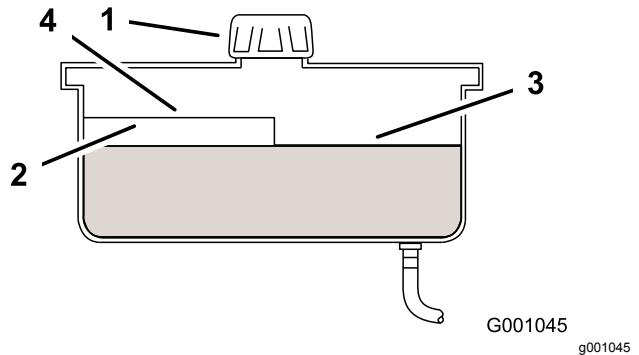

Figura 52
4. Limpe a área em torno do tampão e do tubo de enchimento do depósito hidráulico (Figura 52).
5. Retire o tampão do tubo de enchimento. Olhe para o interior para ver se existe fluido no reservatório (Figura 52).